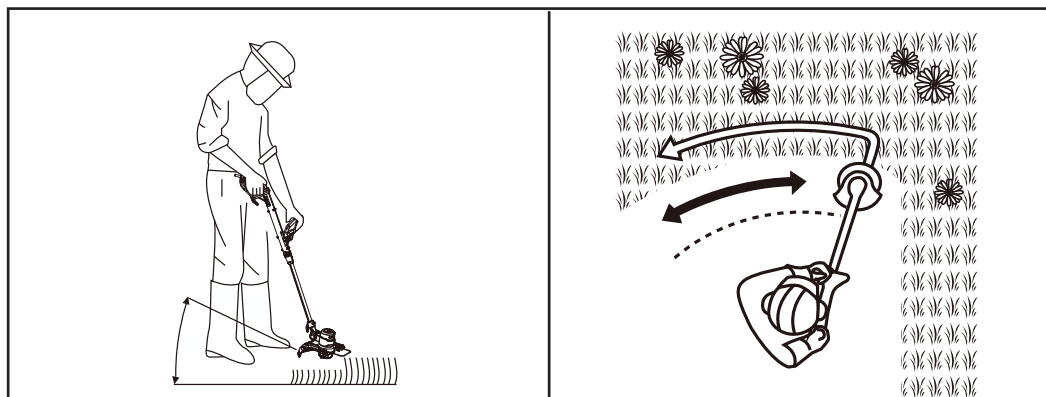

Fig. 9
- Certifique-se de que a sua posição é estável e segure firmemente a máquina com as duas mãos na pega superior (1) e na pega auxiliar (6).
- Ajuste o ângulo da pega principal (1) para 0° para aparar.
- Mantenha a cabeça de corte (15) a poucos centímetros do solo, num ângulo de aproximadamente 30° (Fig. 9).
- Mova a máquina descrevendo um movimento em arco lento e regular, da esquerda para a direita, antes de a deslocar novamente para a posição inicial para aparar a área seguinte (Fig. 9).